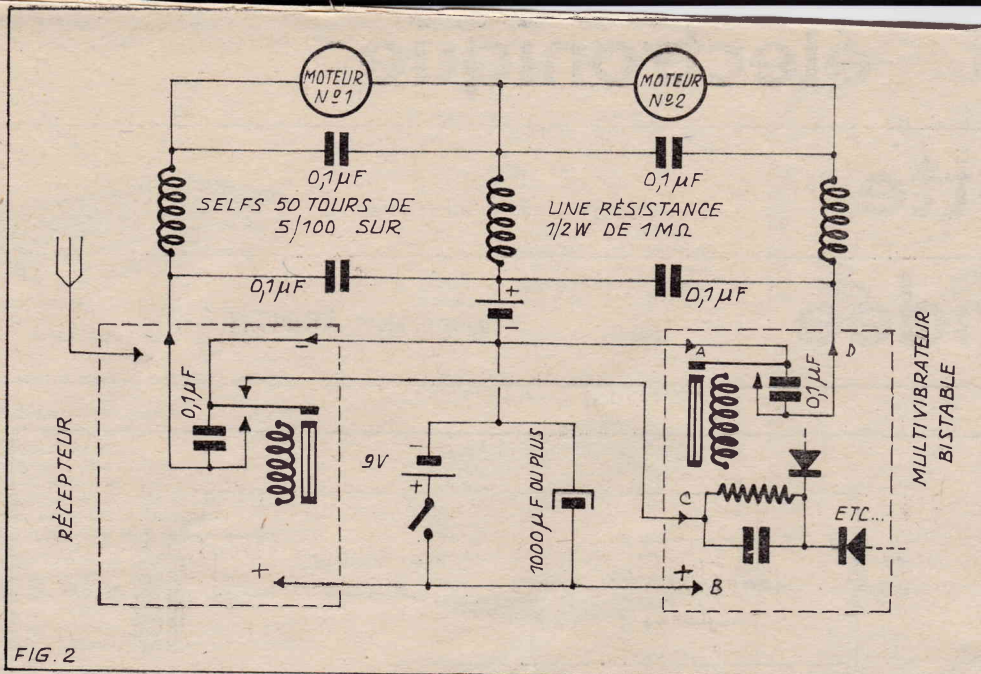

FIG. 2
Pour comprendre comment l'action de notre basculeur bistable s'intègre dans le fonctionnement de l'ensemble du système de télécommande que nous étudions il faut se reporter à la figure 2. Sur ce schéma sont représentés : les moteurs n° 1 et n° 2, dans un cadre pointillé à gauche, le relais qui constitue la sortie du récepteur et dans un cadre pointillé à droite, l'entrée du basculeur (C) et sa sortie constituée par le relais du circuit collecteur de l'AC76.
du tube cathodique ce qui implique, dans le cas d'un montage comme celui de la figure 2 à liaisons directes, que le transistor final est alimenté, du moins en ce qui concerne le collecteur.